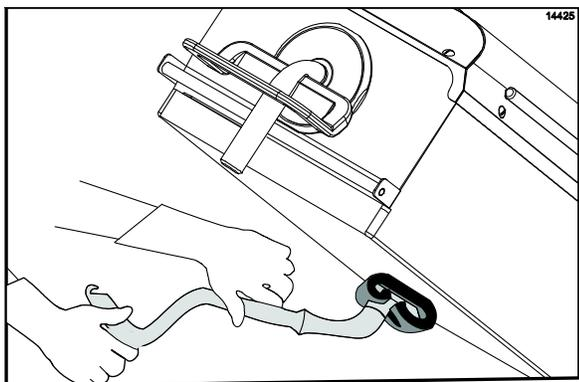

Figura 57
25. Talle las superficies de las placas, comenzando por la derecha y terminando con la izquierda. (Vea la figura 57.)